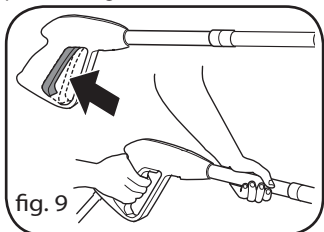

fig. 9
5. Aperte a alavanca da pistola para eliminar o ar presente na bomba e espere que saia um fluxo constante de água pelo bico (fig. 9).